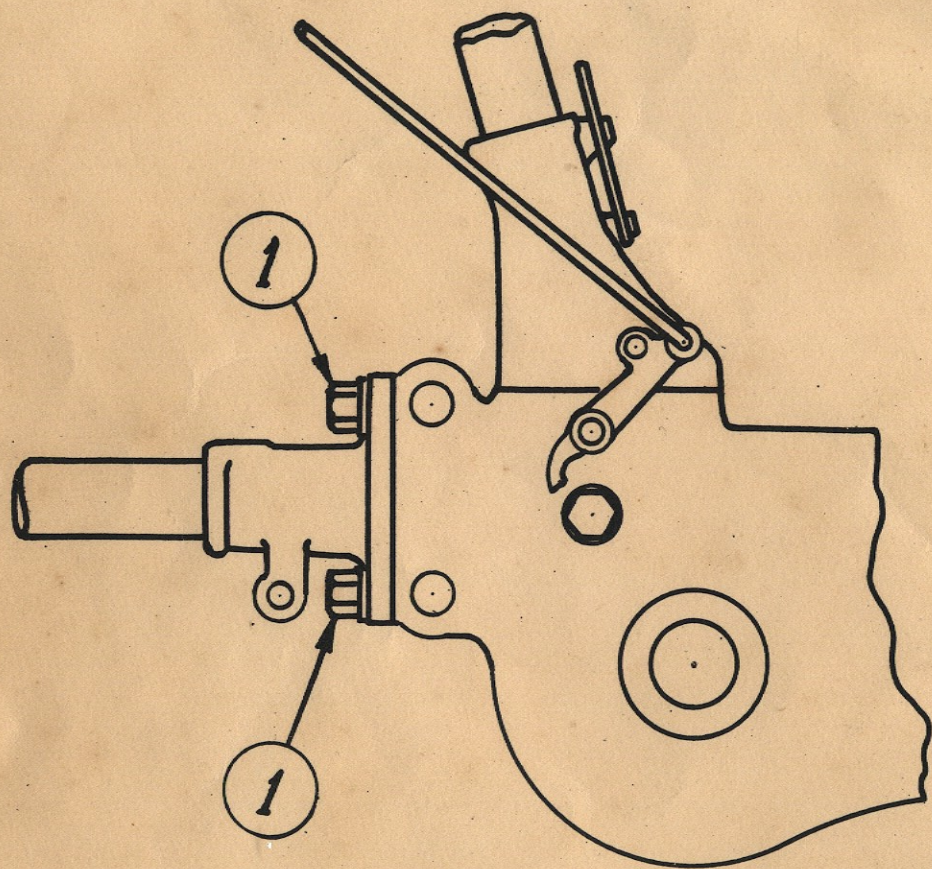

Fig. 1
1. Détacher la queue de fraise en desserrant les boulons 1 (fig.1 et 2).